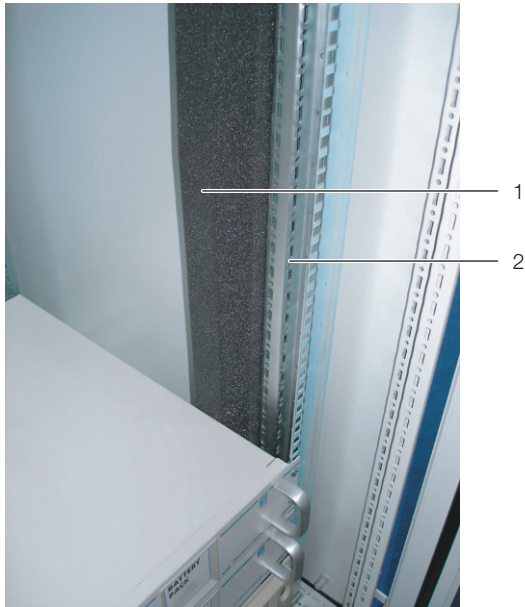

Abb. 10: Schaumstoffstreifen an einer Stütze des Serverracks
- Befestigen Sie den breiteren der beiden Schaumstoffstreifen (Best.-Nr. 3301.370 / 3301.320) aus dem Zubehör des LCP DX von außen an einer der vorderen Stützen des Serverracks (Abb. 10). Achten Sie darauf, dass Sie diesen Streifen auf der Seite des Serverschranks anbringen, auf der das LCP DX angereicht wird.
aus dem Zubehör des LCP DX von außen an einer der vorderen Stützen des Serverracks (Abb. 10). Achten Sie darauf, dass Sie diesen Streifen auf der Seite des Serverschranks anbringen, auf der der Schrank wieder mit einer Seitenwand verschlossen wird.